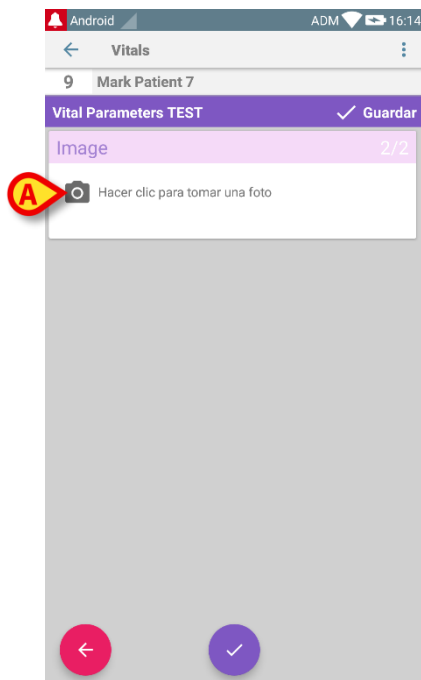

Fig 63
Se abre la siguiente pantalla (Fig 63)
- Tocar el icono indicado en Fig 63 **A** para activar la cámara (Fig 64).
2. mantener la imagen y volver a la página de toma de fotografías (Fig 63);
3. descartar la imagen y volver a la página de toma de fotografías (Fig 63);